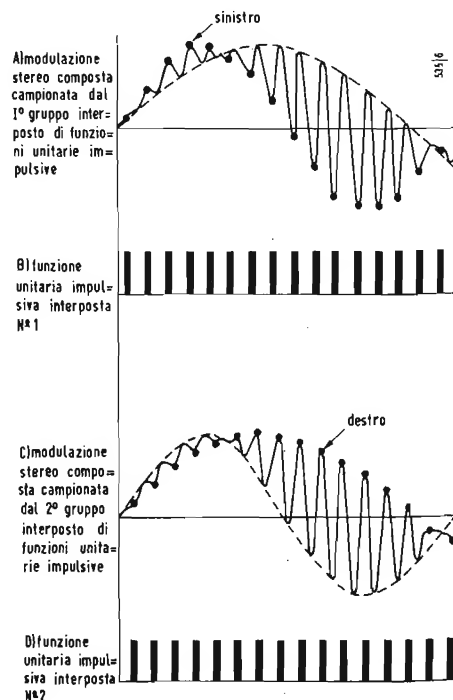

Fig. 5 ▶
Se la forma d'onda composta di fig. 4 (D) è ripetuta in fig. 5 (A) e (C) fosse campionata con due terposte, come mostrato in fig. 5(B) e 5(D), sincronizzate a 38 kHz, le punte della portante del segnale destro sarebbero seguite dall'altro gruppo di funzioni unitarie impulsive. E' quindi possibile ricostruire i segnali stereofonici sinistro e destro dalla forma d'onda composta, usando un metodo diretto di demodulazione.